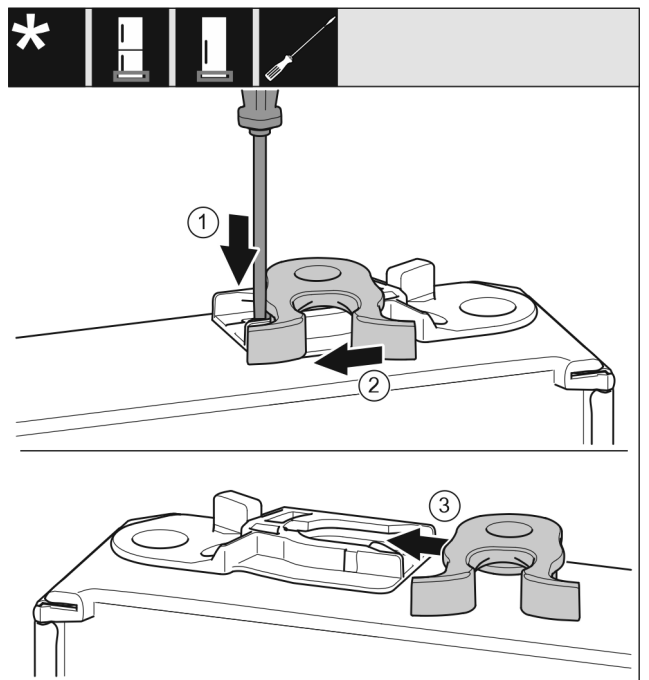

Fig. 18
- ▶ Trykk tappen Fig. 18 (1) ned med en skrutrekker.
- ▶ Trekk låsekroken Fig. 18 (2) ut av skinnen.
- ▶ Skyv låsekroken Fig. 18 (3) inn i skinnen på den andre siden.